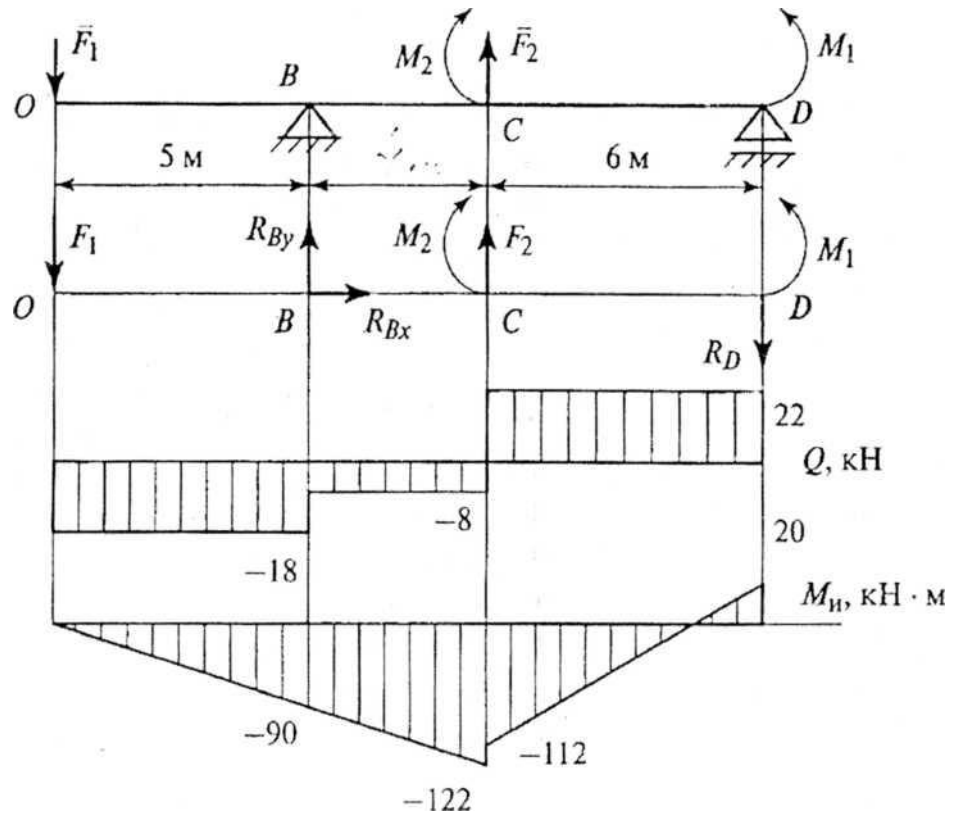

Рис. 6.6
Для заданной двухопорной балки (рис. 6.6) определить реакции опор, построить эпюры поперечных сил и изгибающих моментов, определить размеры поперечного сечения (h , b , d) в форме прямоугольника и круга, приняв для прямоугольника $h/b = 1,5$. Считать $[\sigma_n] = 160$ МПа.
Решение. 1. Строим расчетно-графическую схему (рис. 6.6).
3. Определяем поперечные силы Q в характерных точках: O, B, C, D и строим эпюру слева направо (рис. 6.6):